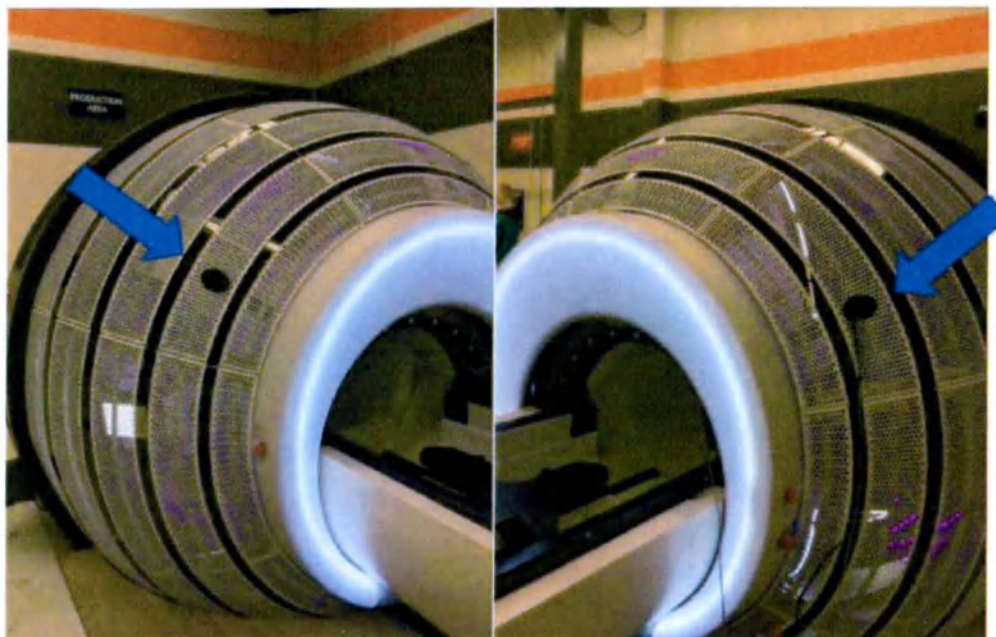

Рисунок 1-3. Прокладка кабелей
- б. Вставьте **R232** и **кабель питания** в боковое отверстие системы возле входа для пациента (см. рисунок 1-3).